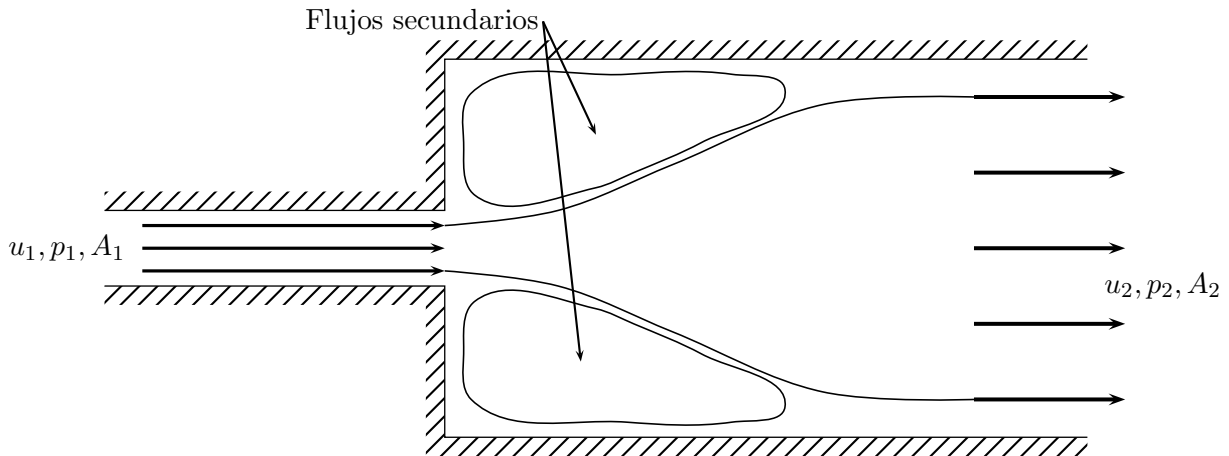

Figura 11: Problema 11
11. Las ecuaciones de Bernoulli no son aplicables a líquidos que circulan por cañerías que varían su área abruptamente (ver figura 11, sin embargo, es posible modificarlas para tener en cuenta esta brusca variación, de manera que sobre cada línea de corriente valga: